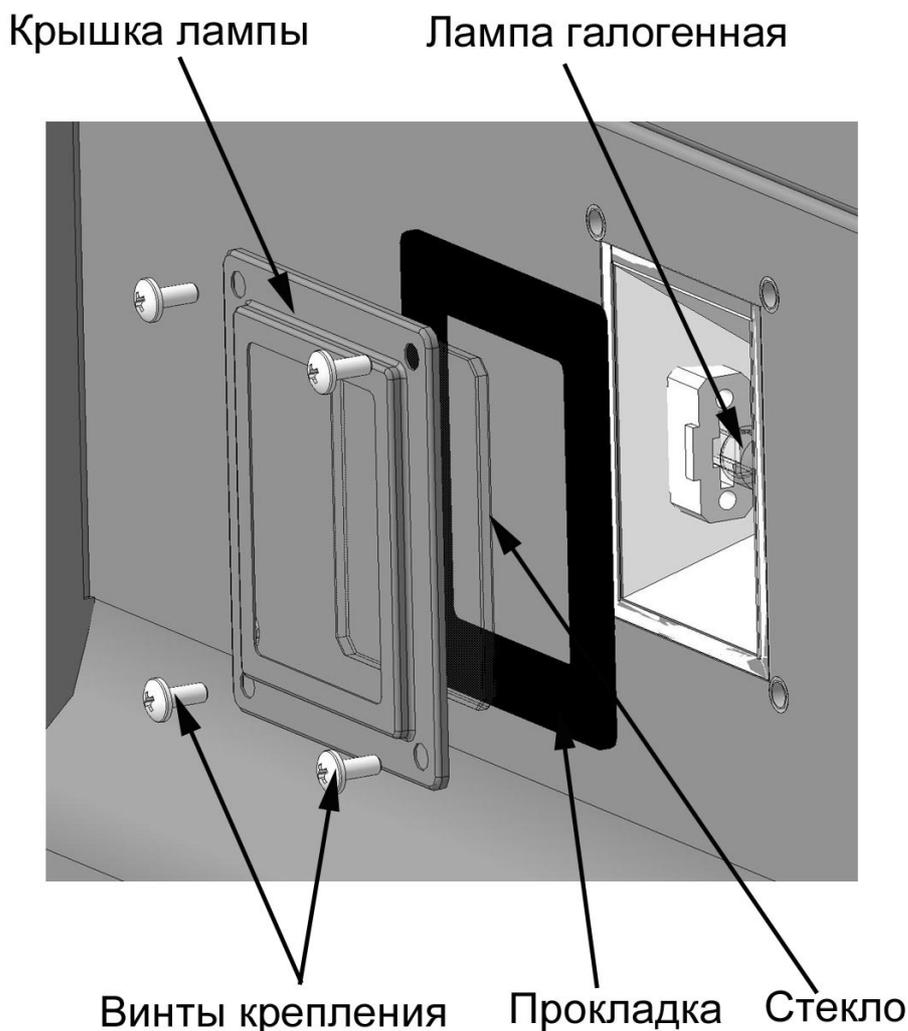

Рисунок 8. Составные элементы галогенной лампы прямоугольного типа крепления
6.3.2 Если пароконвектомат комплектуется креплением галогенных ламп прямоугольного типа, тогда порядок замены галогенной лампы следующий (см. рис. 8).